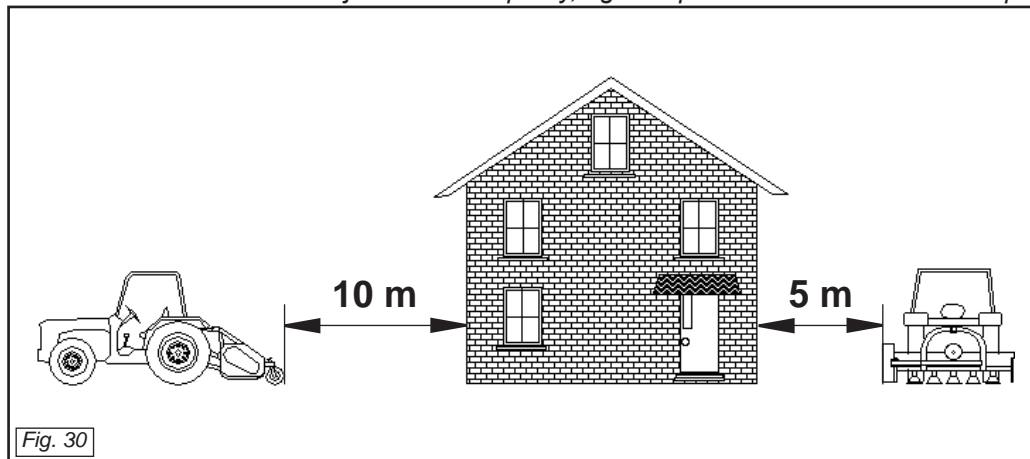

Fig. 30
- Lavorando in prossimità di abitazioni o strade rispettare le distanze di sicurezza (Fig.30): 5 metri lateralmente, 10 metri posteriormente.
- Når der arbejdes i nærheden af boligområder eller veje, skal sikkerhedsafstanden overholdes (Fig. 30): 5 meter til siden, 10 meter fra bagenden.